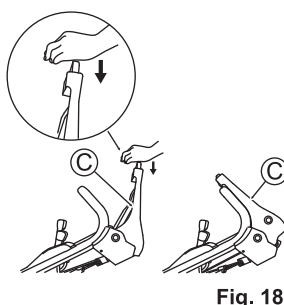

Fig. 18
3. Empurre o manipulador da lâmina (C) para a frente pressionando o botão amarelo. Em seguida, a lâmina começará a girar. (Veja a fig. 18)